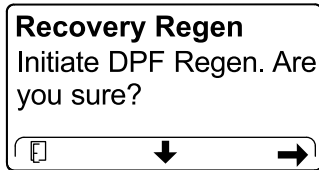

Figura 54
4. En la pantalla INITIATE DPF REGEN (Iniciar regeneración de DPF), pulse el botón derecho para continuar (Figura 54).